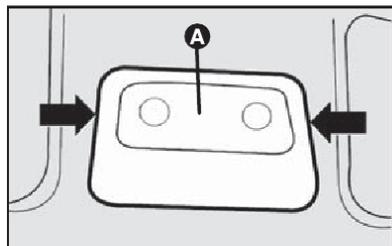

fig. 26
- agir nos pontos indicados pelas setas e remover a plafoniera **A-fig. 26** ou **27**;